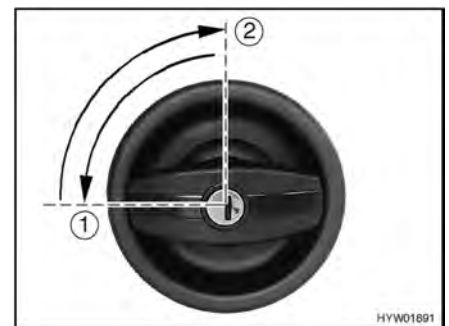

Fig. 23 Serrure de la porte cellule, à l'extérieur, verrouiller
- Insérer la clé dans le barillet et la tourner d'un quart de tour dans le sens inverse des aiguilles d'une montre (Fig. 23,1).
- Ramener (Fig. 23,2) la clé sur la position intermédiaire et la retirer.